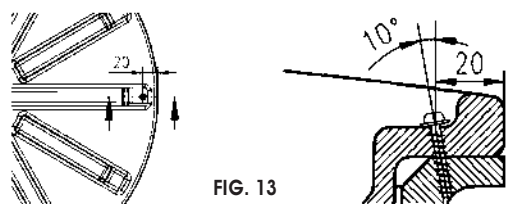

FIG. 13
- Afin d'empêcher toute ouverture non autorisée du couvercle (sécurité enfants), en particulier en cas d'installation enterrée, celui-ci peut être bloqué à l'aide de la vis fournie. Pour cela, percer un trou débouchant de Ø 3 mm dans le renforcement prédéfini sur le couvercle et la bride du réservoir (angle de 10°), puis visser. (Voir FIG. 13 - ci-dessous).